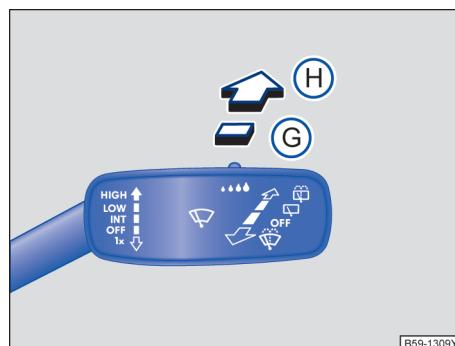

图119 挡风玻璃雨刮器拨杆：后窗雨刮器操作
- 将挡风玻璃雨刮器拨杆向前按到位置(G)→图119，大约每隔六秒，雨刮器刮一次车窗→①。